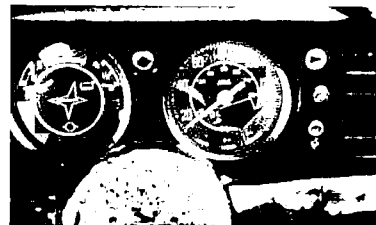
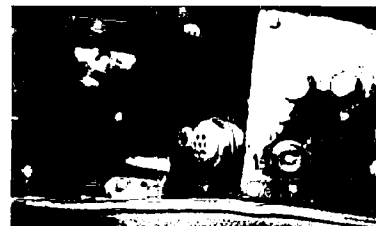

Fig. 29.—Luz de aviso del estrangulador (motor gasolina) y bujía de caldeo (motor Diesel)
Fig. 30.—Luz de control de intensidad de las bujías de caldeo
Se encuentra situado en la parte inferior del cuenta kilómetros (A) (fig. 29).
Es de color *amarillo* (fig. 29) y se enciende cuando se mantiene la llave de contacto en la posición correspondiente a la conexión de las bujías de caldeo (ver 1.1.2), y controla el voltaje del circuito. La luz de control de intensidad (fig. 30) permite apreciar visualmente el funcionamiento de las bujías de caldeo.